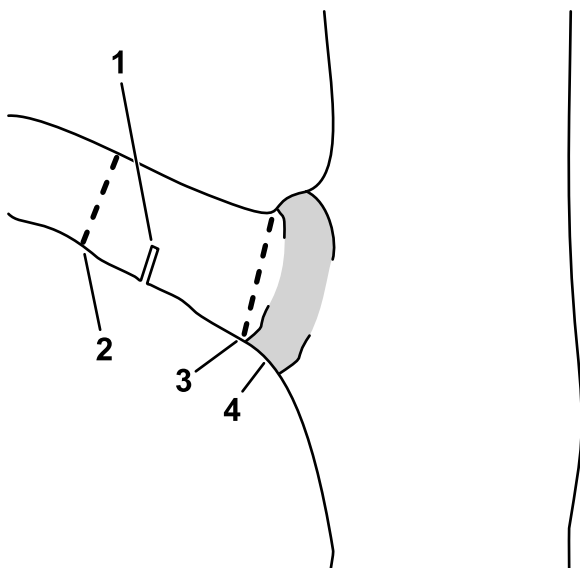

Figure 14
- C. Coupez le chicot au niveau du collet de la branche (Figure 14).